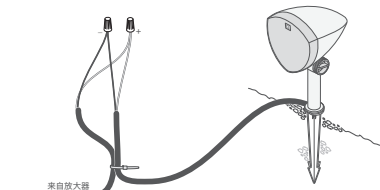

图 7
2. 从离放大器最近的扬声器开始, 根据下表剥去相应放大器通道的埋地线切割端 3/4 英寸 (约 1.9 厘米) 的绝缘层, 然后剥去相应扬声器尾纤末端的绝缘层 (见图 7)。
3. 用扎带将直埋电缆连接到扬声器尾纤 (见图 7)。